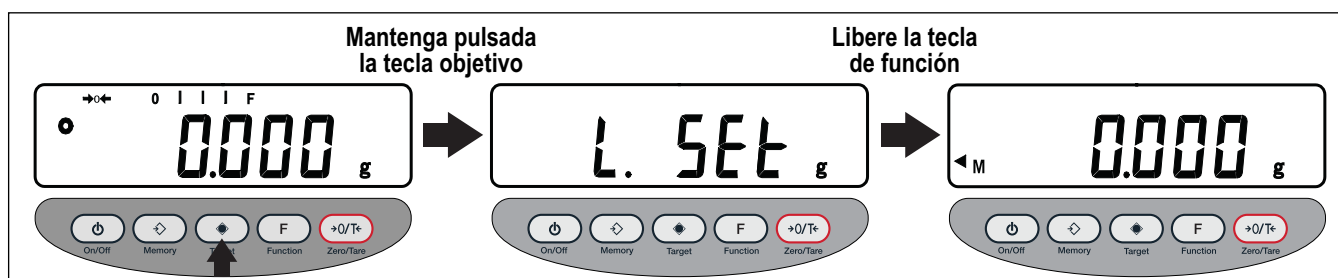

Figura 7-5. Introduzca el ajuste del límite inferior
1. Mantenga pulsada **F** hasta que aparezca **Func** y, a continuación, suelte la tecla. Se activa el modo de configuración de funciones y el primer parámetro, **1. b.G. 1** (consulte la Figura 7-5 en la página 27).